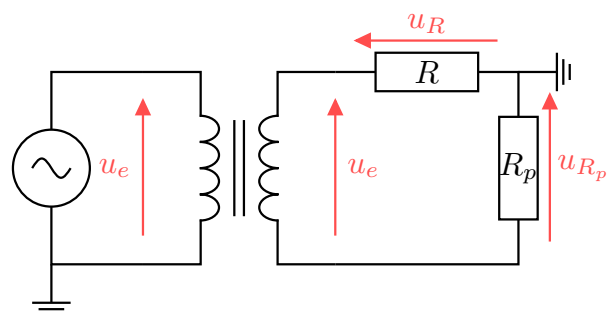

FIGURE 6.3
- ⑤ Retracer le circuit ci-contre, en enlevant le transformateur. La masse étant imposée par le générateur, proposer des branchements et manipulations pour observer u_{R_p} sur la voie 1 et u_R sur la voie 2.
- ⑥ Faire de même avec le circuit de la Figure 6.3. Conclure.